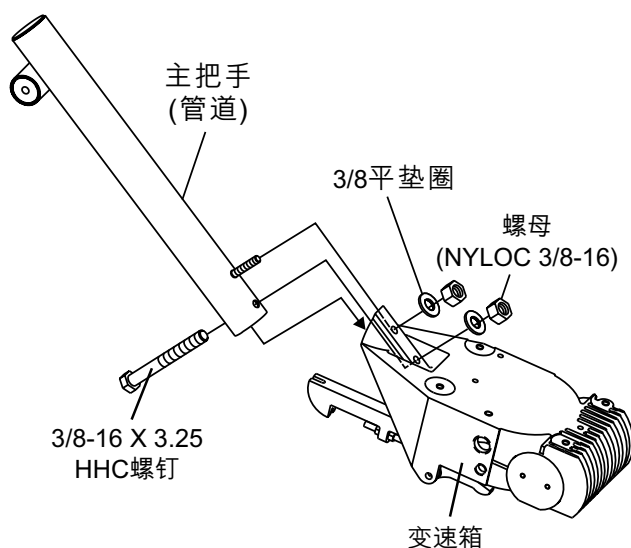

图4. 把手管安装
1. 如(图4)所示，将主把手(管)和变速箱连接。安装用五金件应在装货运箱中。